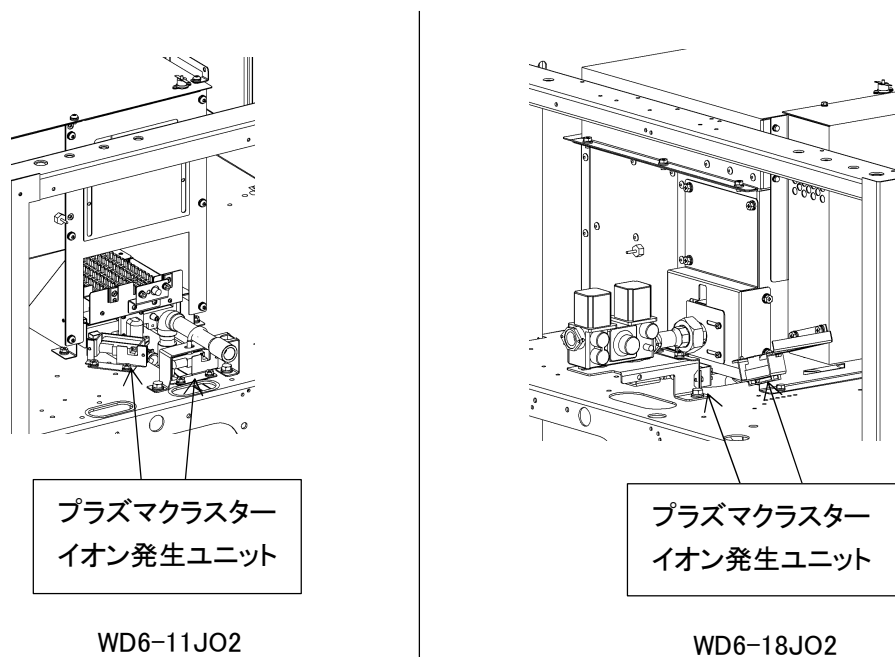

図 8-30
8. 3. 19 プラズマクラスターイオン発生ユニット(図 8-30、31、32、33)